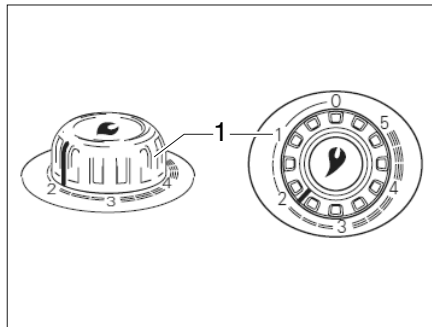

Fig. 101 Bouton tournant du chauffage à air chaud
- Régler le bouton tournant du chauffage (Fig. 101,1) sur la position voulue et l'enfoncer à fond.
- Mettre le bouton tournant du chauffage (Fig. 101,1) sur "0". L'allumage automatique est mis hors service en même temps.
- ▷ Vous trouverez des informations complémentaires dans le mode d'emploi séparé "Truma S 3004 (P) / S 5004".